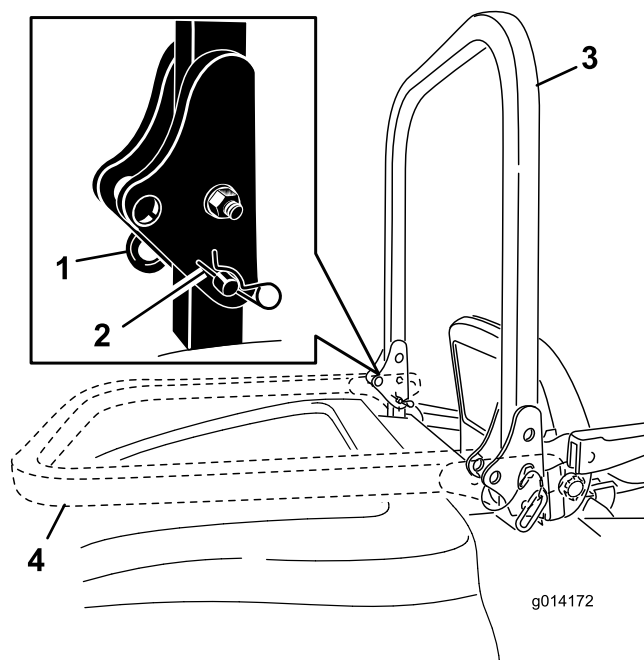

Figura 18
1. Per abbassare il roll bar, togliete le coppiglie, spingete in avanti il roll bar contro le molle e togliete le 2 spine (Figura 18).
2. Abbassate il roll bar (Figura 18).
3. Montate le 2 spine e fissatele con le coppiglie (Figura 18).
4. Per alzare il roll bar togliete le spine delle coppiglie e le 2 spine (Figura 18).
- Alzate completamente il roll bar e montate le 2 spine, quindi fissatele con le coppiglie (Figura 18).